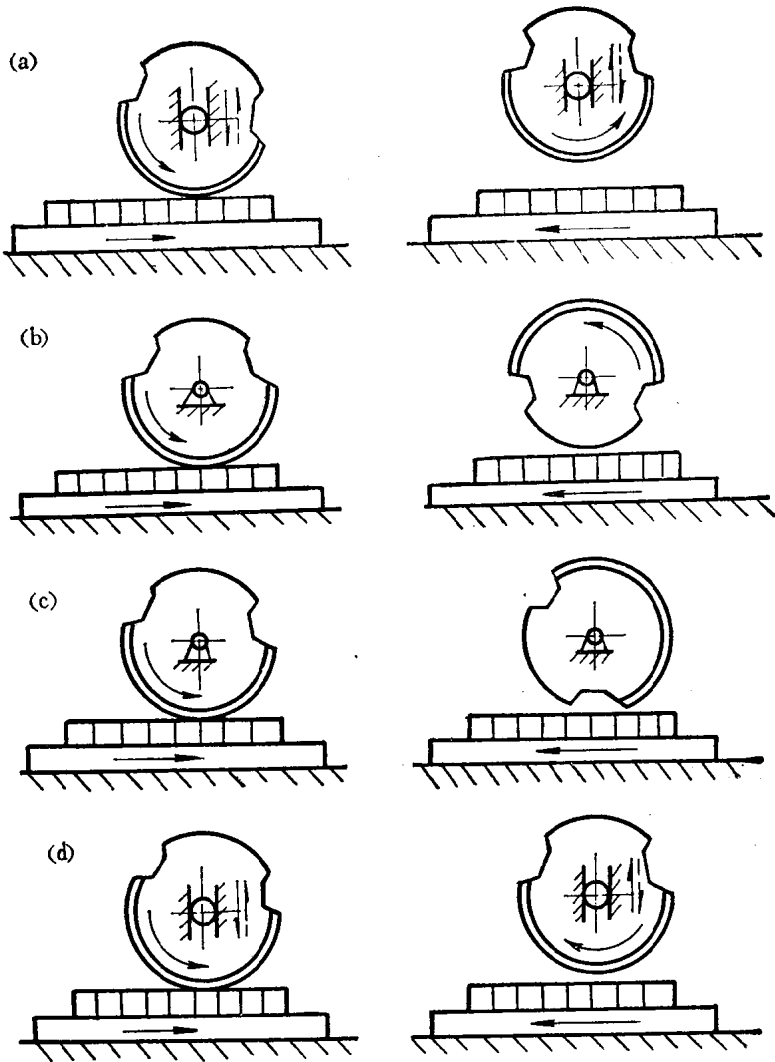

图1-9 圆压平型印刷机运动形式简图
① 二回转印刷机：其工作原理如图1-9(a)所示。
② 一回转印刷机：其工作原理如图1-9(b)所示。
③ 转停式印刷机：其工作原理如图1-9(c)所示。
④ 反复转动式印刷机：如图1-9(d)所示。